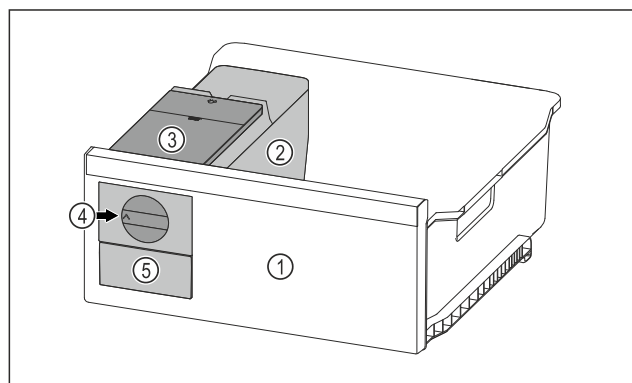

Fig. 75 Beispielhafte Darstellung
- Drehknopf Fig. 75 (4) im Uhrzeigersinn bis zum Anschlag drehen.
- ▷ Eiswürfel fallen aus der Eiswürfelschale in das Eiswürfel-schubfach Fig. 75 (5).